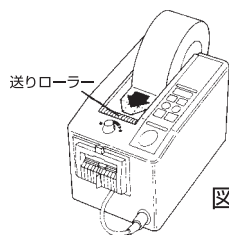

図 4
*幅の広いテープの場合はテープの先端の角を折り曲げるとスムーズに送り出しができます。(図4)